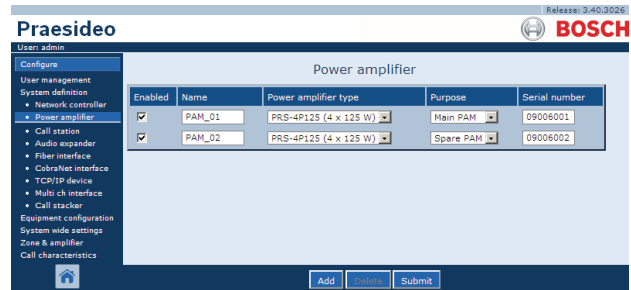

figura 43.8: Eliminar un amplificador de potencia, paso 1
- Vaya a *Configure > System definition > Power amplifier*. Aparece una pantalla similar a la mostrada en figura 43.8 en el cuadro principal de la interfaz Web.